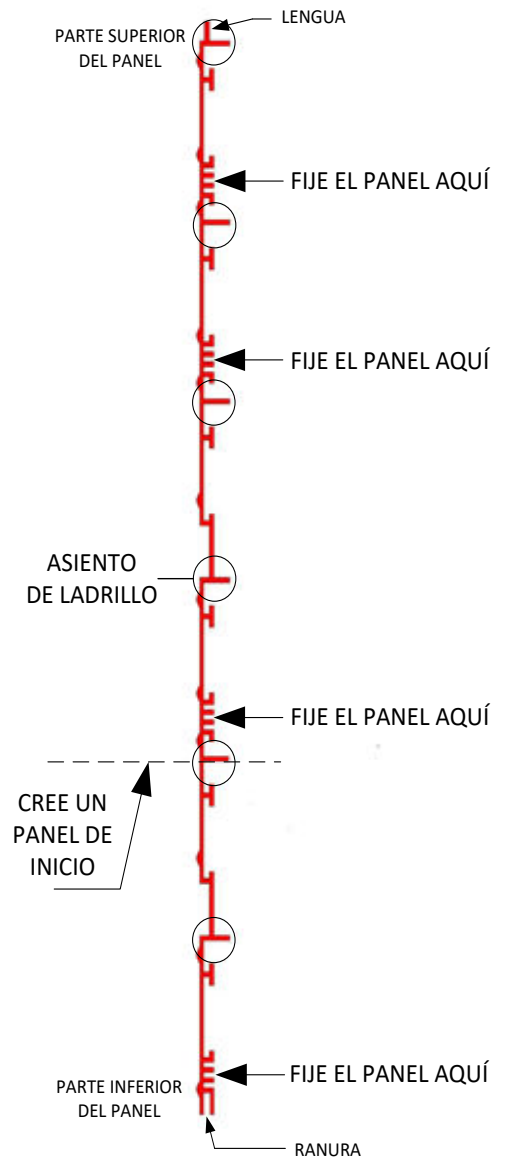

FIGURA 3
- Sujete Stone Lath en las tiras de sujeción. **(Ver figura 3)**